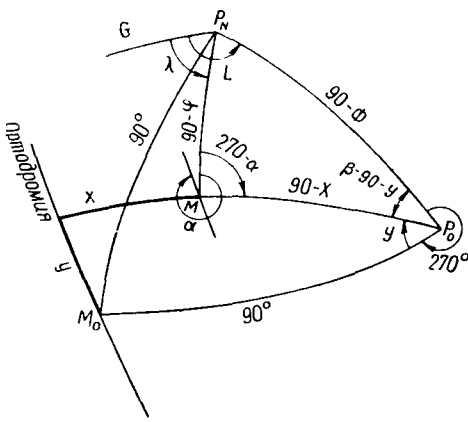

Рис. 1. Сферический треугольник, решаемый преобразователем координат вычислителя при определении ортодромических координат места.
Остановимся более подробно на принципе, положенном в основу метода определения исходных данных с помощью вычислителя астроориентатора. Для этого рассмотрим сферический треугольник P_0P_NM (рис. 1), решаемый преобразовате-
Для подготовки к решению сферических треугольников на шкалах вычислителя устанавливаются начальные исходные данные: $\varphi = 0^\circ$, $\lambda = 0^\circ$, $\Phi = 0^\circ$, $L = 90^\circ$ и $Y = 0$ км. Эти данные соответствуют равностороннему, равноугольному сферическому треугольнику $P_0 P_N M_0$ (рис. 1), у которого все стороны и внутренние углы равны 90° а внешние углы — 270° .
Сравнивая сферические треугольники $P_N P_N M$ (см. рис. 1) и $P_N D A$, можно заметить, что они совершенно аналогичны, а следовательно, метод их решения на вычислителе астроориентатора должен быть один и тот же. Если установить по шкале вычислителя Φ широту начальной точки ортодромии φ_n , по шкале φ широту конечной точки ортодромии φ_k , а по шкале L разность долгот начальной и конечной точек ортодромии $\Delta\lambda = \lambda_n - \lambda_k$, то вычислитель решит данный сферический треугольник. При этом на шкале вычислителя X получим дополнение стороны DA (S) до 90° (X_1), а по шкале Y дополнение угла $P_N A D$ до 90° (Y_1).